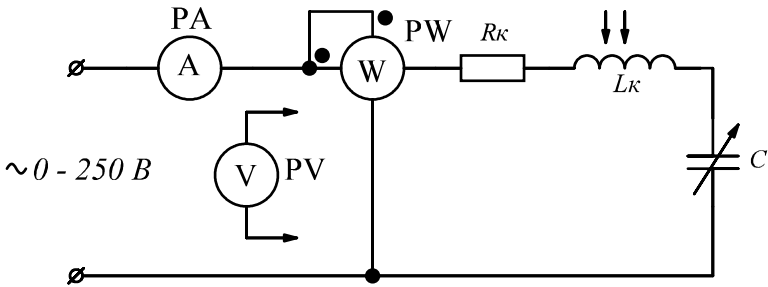

Рис.4.1. Электрическая схема исследования резонанса напряжений
2.1.6. Собрать цепь по схеме, приведенной на рис. 4.1. Установить значение емкости конденсатора, найденное в п.2.1.5.